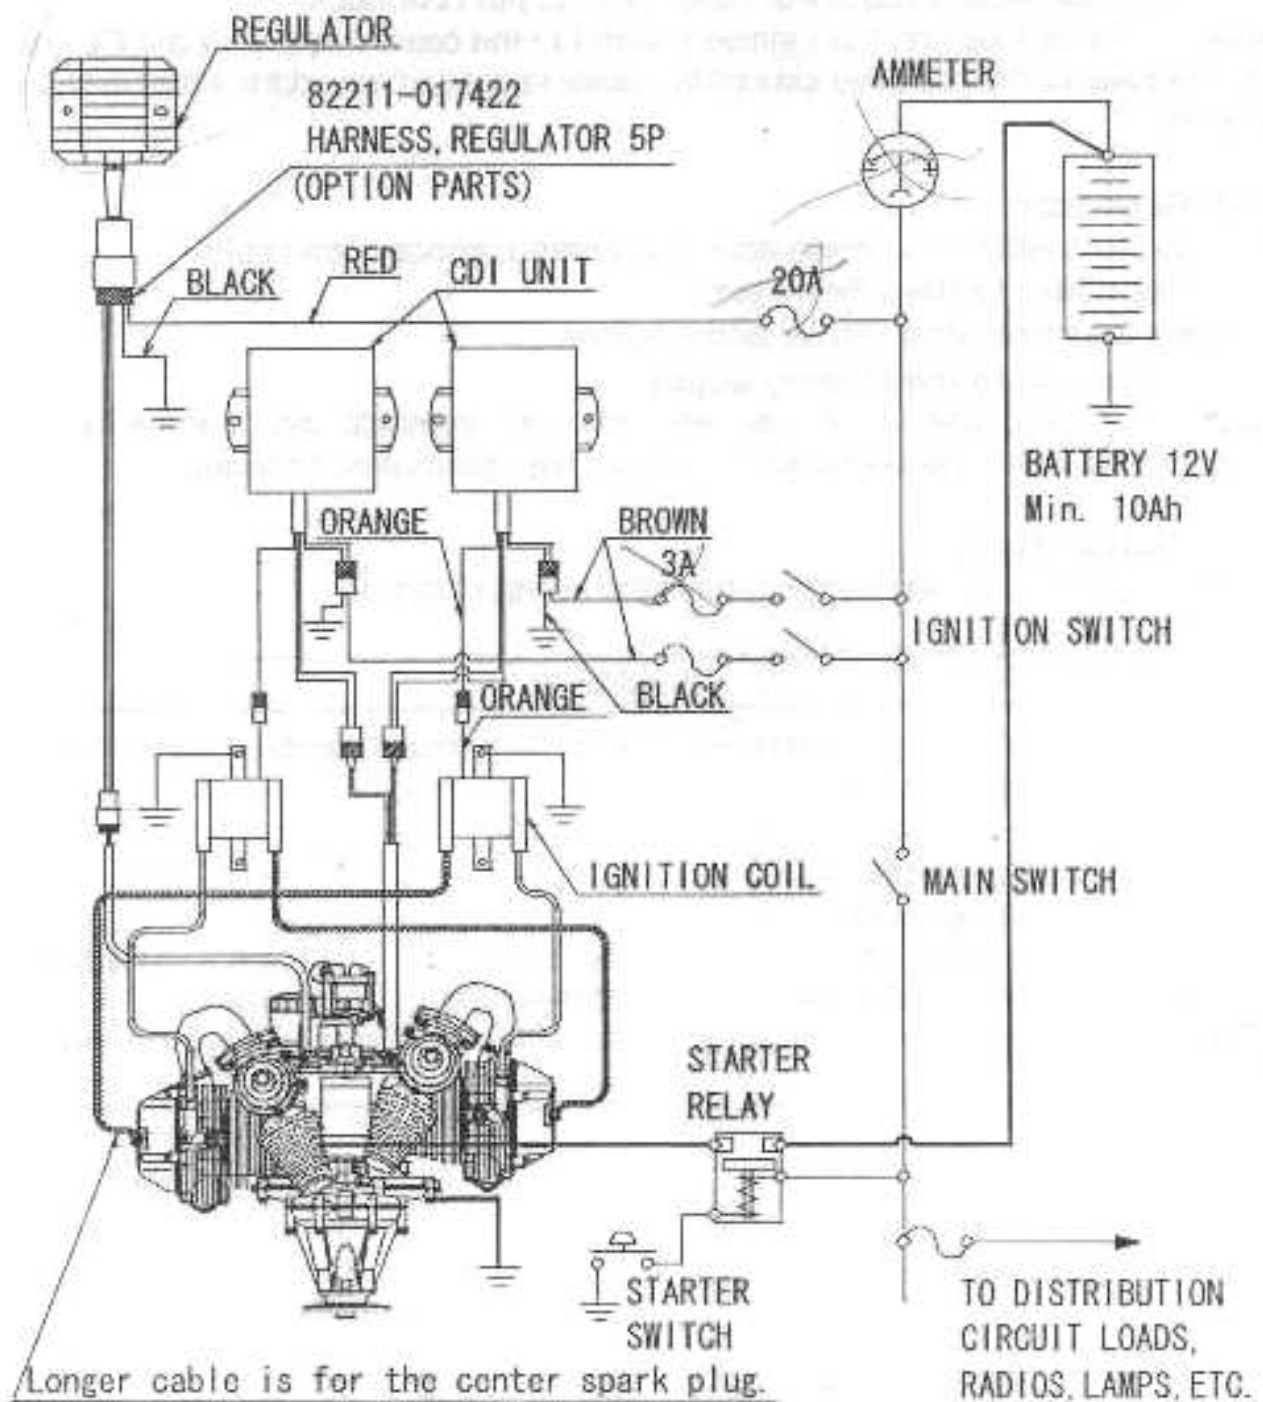

Fig.6 Schéma électrique
On est prié de consulter le schéma électrique de la figure 6.
Pour faire démarrer le moteur, il est nécessaire d'utiliser un relais starter (référence figure 6).
- Entre les terminaux des accessoires électriques (indiqué comme "charge dispositif utilisateur " dans la figure 6) et le pôle positif de l'alimentation.
On est prié de se référer à la figure 6. S'il est nécessaire de prolonger quelques câbles, on est prié de commander des connecteurs terminaux.
Les longueurs des deux câbles des bobines sont différentes. Le connecteur sur le câble le plus long est utilisé pour les bougies placées dans le centre du cylindre seulement. Consulter la figure 6 pour les connexions. Pour éviter des courts-circuits ou des ruptures des câbles, il faut les maintenir loin des têtes des cylindres ou des cylindres eux-mêmes. Protéger avec des tubes en spirale en polyéthylène, des entretoises et de colliers de serrage si nécessaire.
- Recontrôler les câbles électriques selon le schéma électrique de la figure 6.
- Enlever les quatre cosses des bougies et enlever les bougies supérieures (marquées par le symbole • dans la figure 6), sur le cylindre de droite et de gauche.